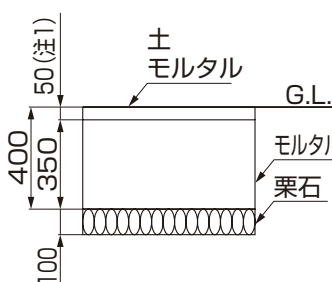
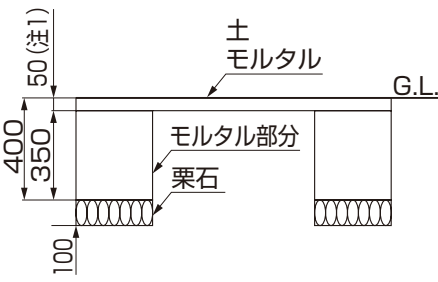

図5-1 W400
図5-2 W600, W800, W1000
①柱を基礎部に垂直に立て、モルタルを充填してください。(図5-1、図5-2参照)